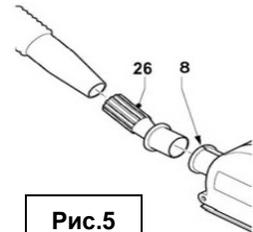

Рис.5
Удаление пыли (Рис.5).
ВНИМАНИЕ! Запрещается использовать бытовой пылесос. Использование бытового пылесоса причинит вред вашему здоровью и повредит сам пылесос. Всегда используйте адаптер для отвода пыли (26, рис.5).
- Вставьте адаптер для отвода пыли (26) в патрубок подключения пылесоса (8).
- Подключите шланг устройства пылеулавливания к адаптеру для отвода пыли (26, рис.5).